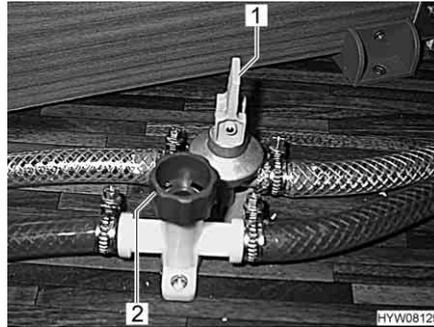

Fig. 142 Llaves de desagüe
- Cerrar todas las llaves de desagüe de la caldera. Para esto, poner el balancín (Fig. 142,1) en posición horizontal o bien girar la tapa (Fig. 142,2) en sentido de las agujas del reloj.
- Abrir todas las llaves de desagüe de la caldera. Para esto, poner el balancín (Fig. 142,1) en posición vertical o bien girar la tapa (Fig. 142,2) en sentido contrario a las agujas del reloj.